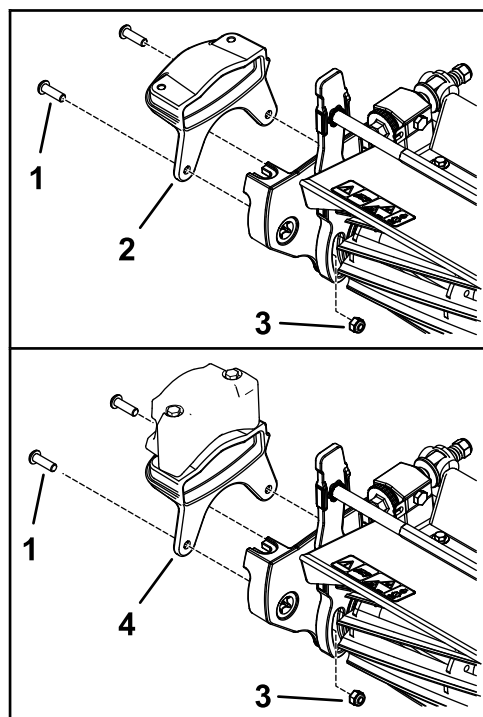

Figura 9
1. Fissate la nuova zavorra al lato dell'apparato di taglio utilizzando 2 bulloni (5/16") e 2 dadi (5/16") come illustrato nella Figura 9.